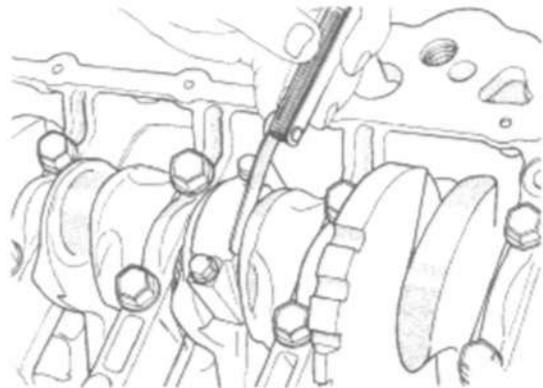

Рис. 38 Боковой зазор шатуна
- (1) Измерение зазора шатунных подшипников и использование Plastigage описано в п. 9-ДВИГАТЕЛЬ-СТАНДАРТНЫЕ ОПЕРАЦИИ. Значение зазора подшипников см. в п. 9-ДВИГАТЕЛЬ-СПЕЦИФИКАЦИИ
- (2) Перед установкой **НОВЫХ** болтов смазать резьбу чистым моторным маслом.
- (3) Плотно установить каждый болтовой палец, затем затянуть их попеременно для правильности сборки крышки.
- (4) Болты затягивать моментом 27 Н•м + 1/4 оборота. Для последнего этапа тарированный ключ не использовать.
- (5) При помощи щупа проверить боковой зазор шатуна (Рис. 38) Спецификации зазора см. п.9-ДВИГАТЕЛЬ-СПЕЦИФИКАЦИИ.